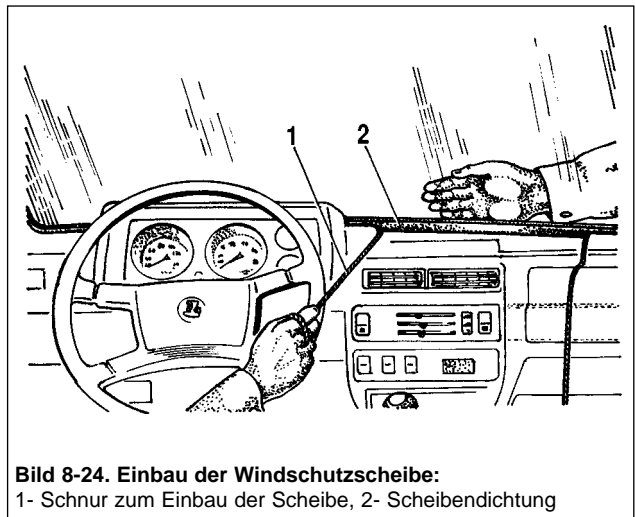

Bild 8-24. Einbau der Windschutzscheibe:
- Die Nut des Dichtungsprofils 2 (Bild 8-24), die auf den Karosseriefansch gezogen wird, mit Glyzerin oder Seifenwasser befeuchten,